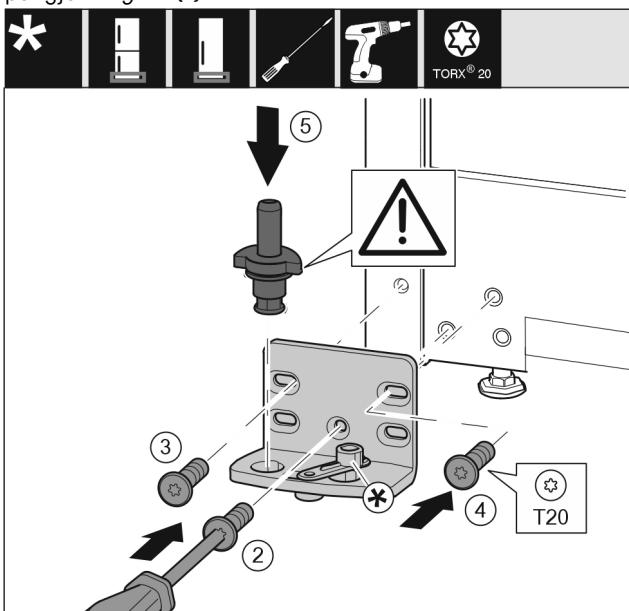

Fig. 13
- Monter lagerbukken på den andre siden, og skru den på med en skrutrekker T20. Begynn med skru 2 nederst i midten. Fig. 13 (2)
- Skru fast skru 3 og 4. Fig. 13 (3,4)
- Sett lagerbolten fullstendig på. Pass samtidig på at låsebolten peker bakover. Fig. 13 (5)